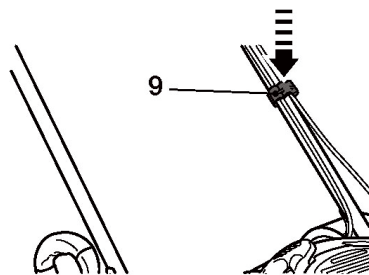

Fig. 5
- Fixer les câbles (5, 6) sur la poignée inférieure (7) avec les serre-câbles (9) (Fig. 5).